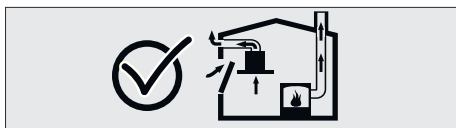

Fig. 2
- De ce fait, une entrée d'air frais nécessaire doit toujours être assurée. Fig. 2